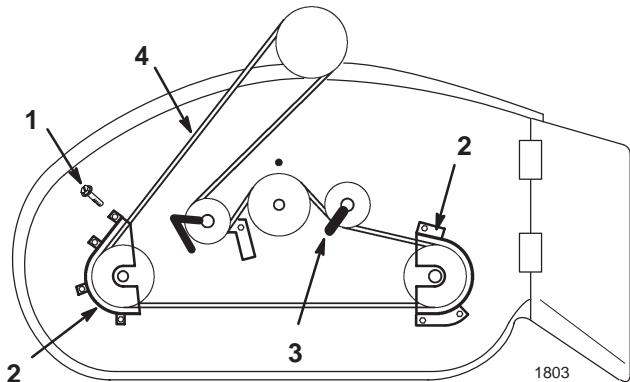

Bild 29
2. Entfernen Sie die Halteschrauben der Riemenabdeckungen und die Riemenabdeckungen von den Schnittmesser-Riemscheiben (Bild 29).
3. Lösen Sie die Befestigungsschrauben der Spannscheiben, um die Riemenführungen zu bewegen (Bild 29).
4. Ziehen Sie den Treibriemen von den Scheiben ab (Bild 29).
2. Stellen Sie die Riemenführung an der Spannscheibe ein (siehe Abbildung) und ziehen Sie die Befestigungsschraube fest (Bild 29).
3. Bringen Sie die linke und rechte Riemenabdeckung mit Halteschrauben an (Bild 29).